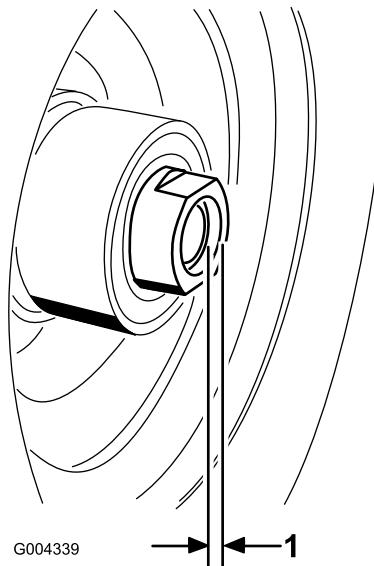

Figura 27
11. Si se retiraron ambas tuercas espaciadoras del eje, aplique adhesivo sellador de roscas a la tuerca espaciadora. Instale las tuercas espaciadoras en el eje dejando que sobresalgan 3 mm del eje (Figura 27).
16. Apriete la tuerca espaciadora a 8-9 Nm, luego aflojela y apriételo de nuevo a 2-3 Nm. Asegúrese de que el eje no sobresale de ninguna de las tuercas (Figura 27).